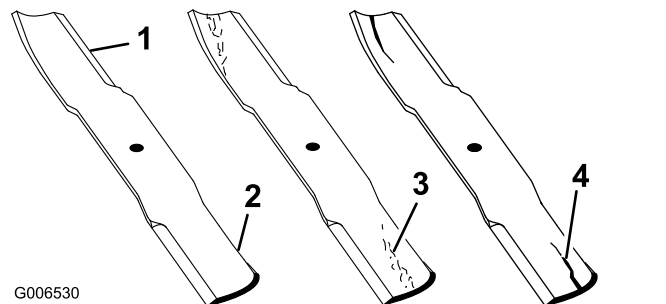

Figure 144
2. Examinez attentivement les tranchants de la lame, particulièrement au point de rencontre de la partie plane et de l'ailette, comme montré à la **Figure 144**.
Remarque: Le sable et les matières abrasives peuvent éroder le métal à cet endroit, c'est pourquoi il est important de contrôler l'état de la lame avant d'utiliser la tondeuse. Remplacez la lame si elle vous semble usée (**Figure 144**).